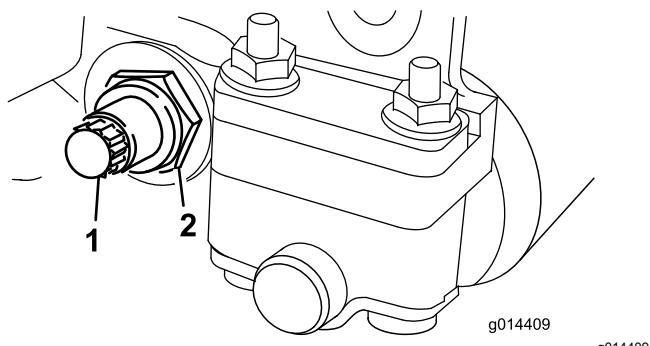

図 21
3. ベッドバー bolt 図 21を固定しているロックナット機体両側をゆるめる。
4. 各ベッドバーボルトを抜いてベッドバーを下に引き抜いてカッティングユニットから外す図 21。